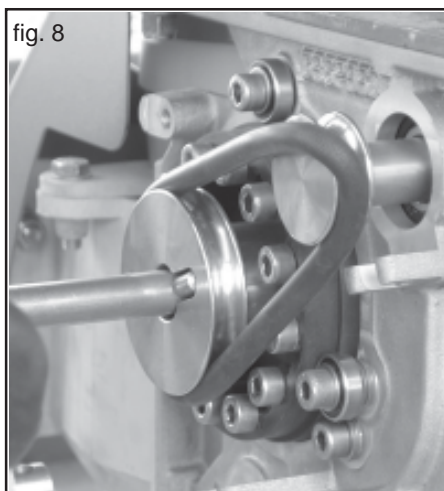

fig. 8
- Para desactivar el agitador, levante la correa tubular hasta el borde de la polea motriz (Fig. 8), en el lado opuesto, gire suavemente el rodillo dosificador en dirección de arrastre para que la correa salga de su posición.